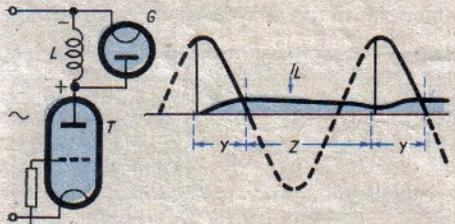

Abb. 6. Thyatron mit induktiver Belastung und dazugeschalteter Gleichrichterröhre
Wechselspannungsquelle zeigt. Nach erfolgter Zündung von T im Punkte A nimmt der Strom nur langsam zu, fließt jedoch während des ganzen Intervalles X und wird erst im Punkte B zu Null, obwohl die Wechselspannung inzwischen ihr Vorzeichen geändert hat. Dies ist auf die an L entstehende Spannung zurückzuführen, die in der angegebenen Polarität den Strom auch während eines Teils der negativen Halbperiode aufrechterhält, bis die in der Selbstinduktion aufgespeicherte Energie entladen ist. Wird nun gemäß Abb. 6 eine Gleichrichterröhre G parallel zu L geschaltet, ergibt sich ein anderer Stromverlauf. Offenbar kann nicht durch T und G zugleich Strom fließen. Es wird also nach Zündung von T zunächst wieder ein langsam ansteigender Strom durch T und L fließen, jedoch nur während des Intervalles y. Die an L entstehende Spannung hat jetzt Gelegenheit, ungehindert durch die negative Halbperiode der Wechselspannung, sich über G auszugleichen, und es fließt somit während des Intervalles z ein kräftiger Strom über G und damit auch durch L. Offenbar wird der Gesamtstrom durch
auftritt, die ebenfalls der Abb. 6 zu entnehmen ist.
b) Für den Oszillatorkreis findet man die Hilfsgrößen aus Abb. 6 und 7:  $a = 16$ ,  $k = 14,5$  und daraus  $\frac{C_s}{\Delta C} = \frac{k}{a} = \frac{14,5}{16} = 0,906$  (den gleichen Wert findet man auch